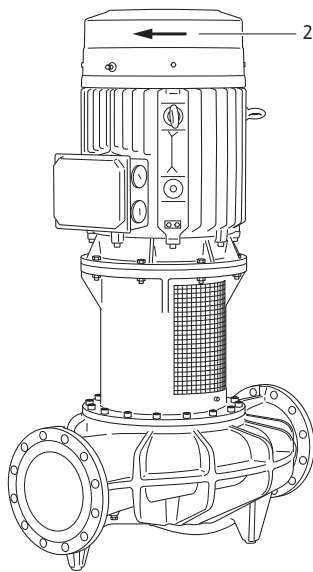

Fig. 47: Kontrola kierunku obrotów
- Włączając na chwilę, sprawdzić, czy kierunek obrotów zgadza się z kierunkiem wskazywanym przez strzałkę na osłonie wentylatora (patrz Fig. 47, poz. 2). Jeżeli kierunek obrotów jest nieprawidłowy, postępować w następujący sposób: